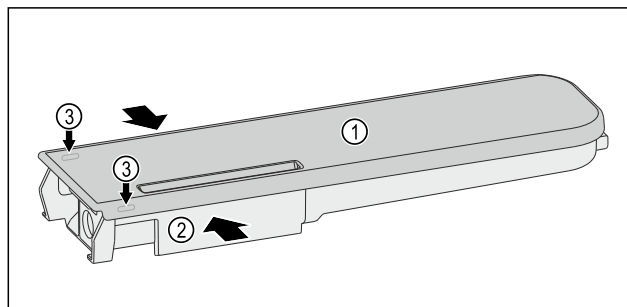

Fig. 125
- ▶ Stlačte nádržku na vodu Fig. 125 (2) k sobě a víko Fig. 125 (1) opatrně vypáchte přes západku Fig. 125 (3) a vytáhněte nahoru.
- ▶ Víkem Fig. 125 (1) pohybujte lehce tam a zpět a sejměte jej nahoru.